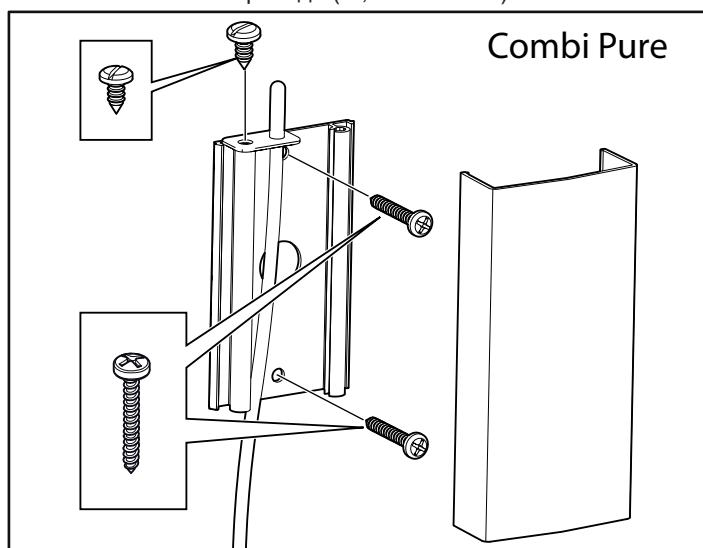
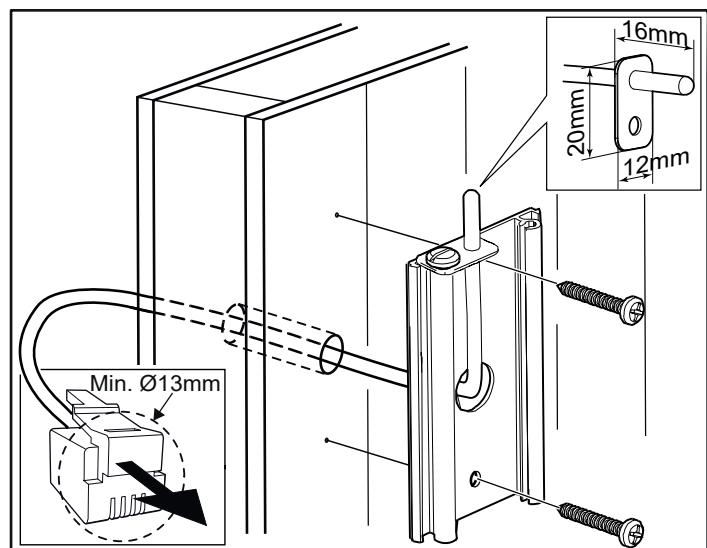

Рисунок 14: Установка датчика - Combi Pure
Рисунок 16A: Проведение проводки через стену. На примере показан датчик для Combi Pure.
12. Установите датчик на стене (см. Рис. 14 и 15). Провод термистора также можно провести через стену (см. Рис. 16A и 16B). Герметично заделайте любые отверстия в стене за датчиком. Провод термистора может быть удлинен и выведен за пределы сауны посредством низковольтного провода (2-, 4-жильного).